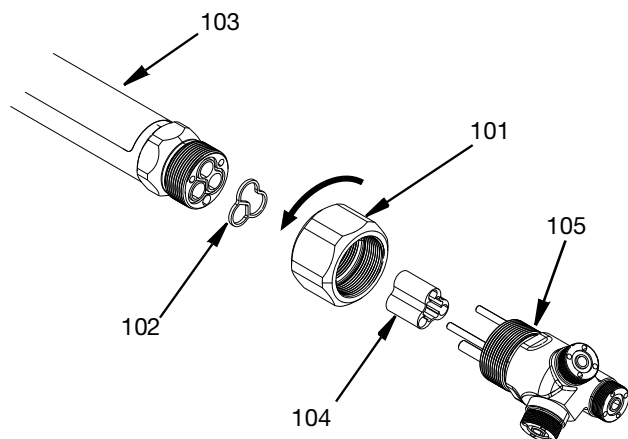

FIG. 18
1. Afloje la tuerca de seguridad tensora (101) en sentido contrario a las agujas del reloj mirando hacia el cuerpo principal de la pistola 3D Switch SST. La rotación de la tuerca separará el conjunto adaptador de cabezal triple (105) del conjunto del tubo largo (103).
2. Deseche la junta del adaptador (102) y el cojinete de cierre de la válvula (104). Consulte la FIG. 18.